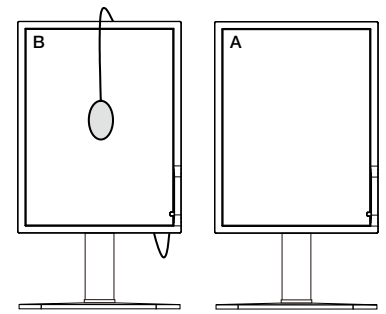

図 9
7. USB センサーを液晶ディスプレイ B に移します。（図 9）